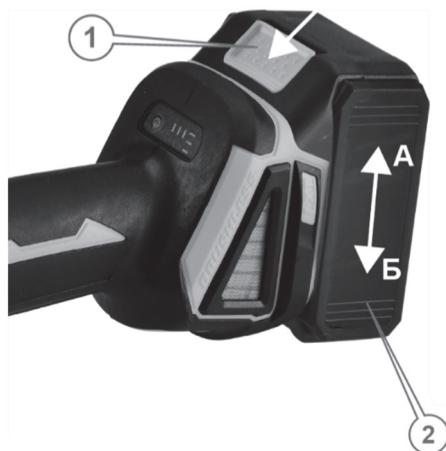

Рисунок 12. Схема під'єднання та від'єднання акумуляторної батареї.
2. Щоб під'єднати акумуляторну батарею до виробу, сумістити виступи на акумуляторній батареї із пазами на корпусі виробу, натиснути фіксатор та з невеликим зусиллям посунути акумуляторну батарею у напрямку стрілки «Б» (рис. 12) до характерного клацання.
4. Щоб від'єднати акумуляторну батарею від виробу, натиснути кнопку-фіксатор батареї та, не відпускаючи її, з невеликим зусиллям потягнути акумуляторну батарею у напрямку стрілки «А» (рис. 12).